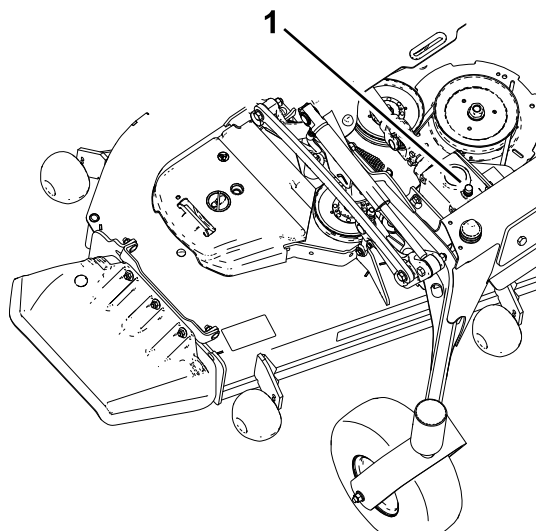

Figura 56
5. Retire a vareta/tampão de enchimento da parte superior da caixa de velocidades e verifique se há lubrificante entre as marcas da vareta (Figura 56).